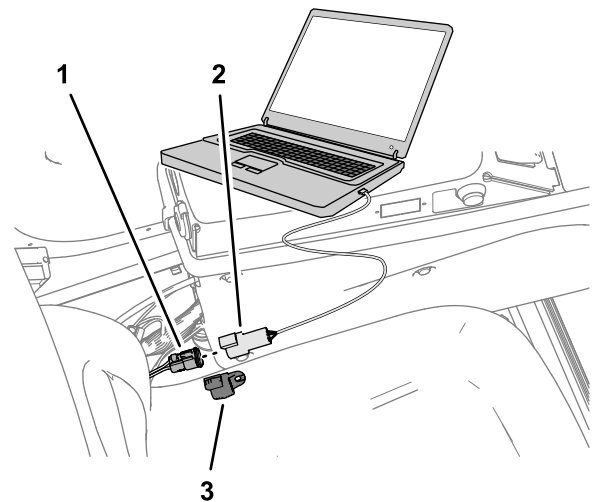

Figura 157
6. Retire el conector del cable de interfaz USB/CAN del conector del arnés de cables del kit, e instale el tapón en el conector del arnés de cables (Figura 157).